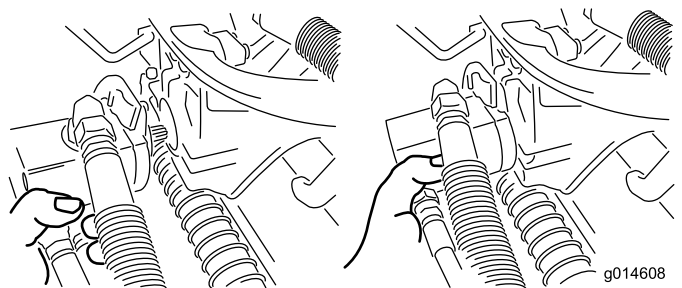

図 56
3. 外したモータは、サスペンションアームの前端にある一時保管位置にセットしておく(図 56)。